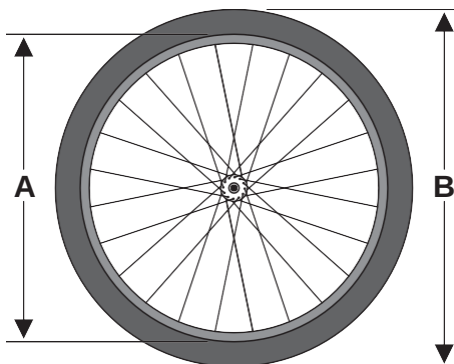
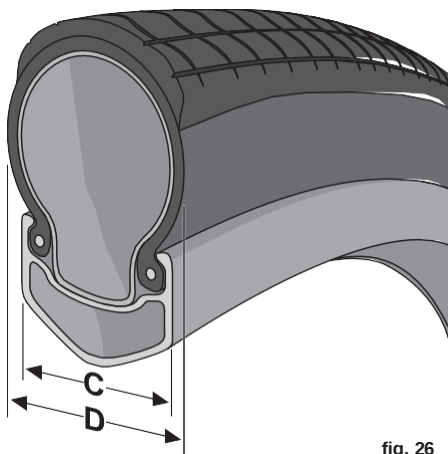

fig. 25
fig. 26
Les jantes et les pneus sont disponibles dans une large gamme de diamètres (**fig. 25**) et de largeurs (**fig. 26**). Le diamètre nominal de la jante (A) doit correspondre au diamètre nominal du pneu (B) et la largeur de la jante (C) doit être compatible avec la largeur du pneu (D).